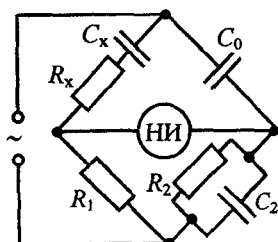

Рис. 4.12
**Задача 4.17.** В момент равновесия мостовой цепи (рис. 4.12) зафиксировано: